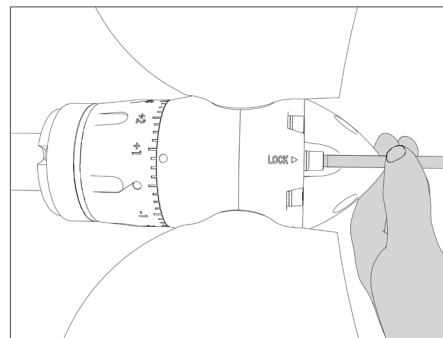

FIG. 27 | Serrare la vite di fermo
- Riavvitare la vite di fermo **F** (**Fig. 27**) facendo attenzione che la vite entri correttamente nel suo alloggiamento senza fatica (se la vite dovesse fare fatica a riavvitarsi giocare con la ghiera ed avvitarla lentamente affinché essa entri correttamente nel proprio alloggiamento). La vite di fermo è dotata di rondella anti-svitamento in due metà, fare attenzione a non perderla, inoltre si raccomanda di non stringere troppo forte la vite di fermo, max 7 Nm (0,7 Kgm).